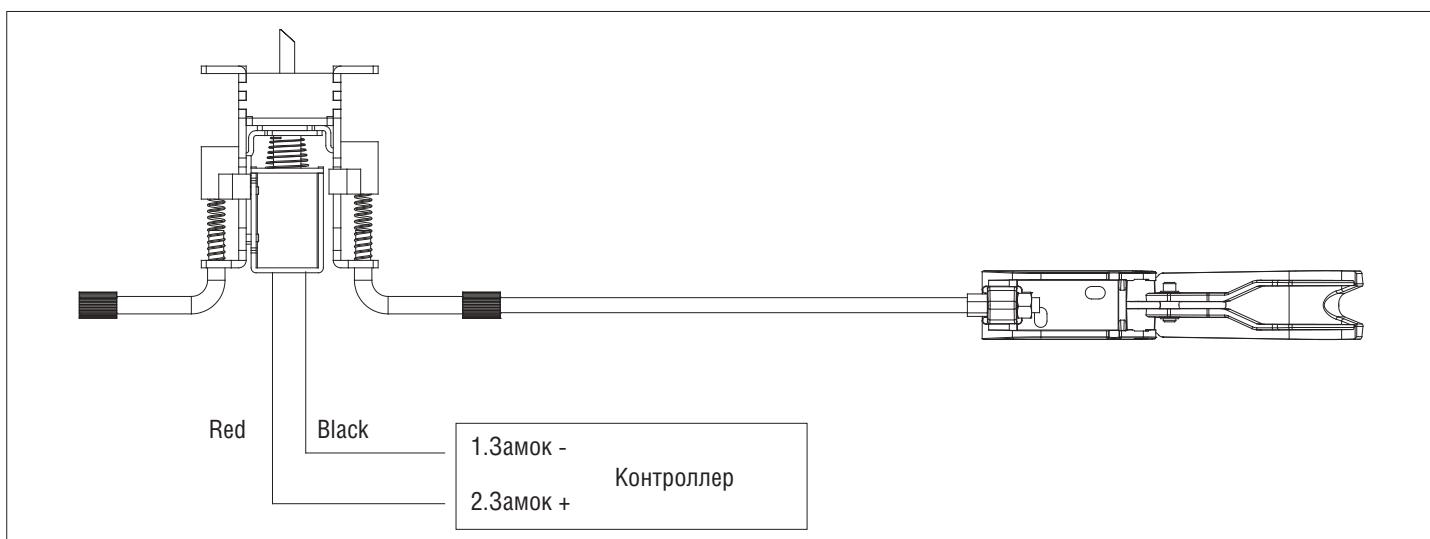

Рис. 13
2. Отрегулируйте угол открытия ручной разблокировки, натяните трасс отверткой (рис. 13).
3. Подсоедините ручную разблокировку к замку, закрепите ее вне корпуса привода (как вариант — на боковой крышке) (рис. 13).
4. Подсоедините замок к контроллеру (рис. 13).